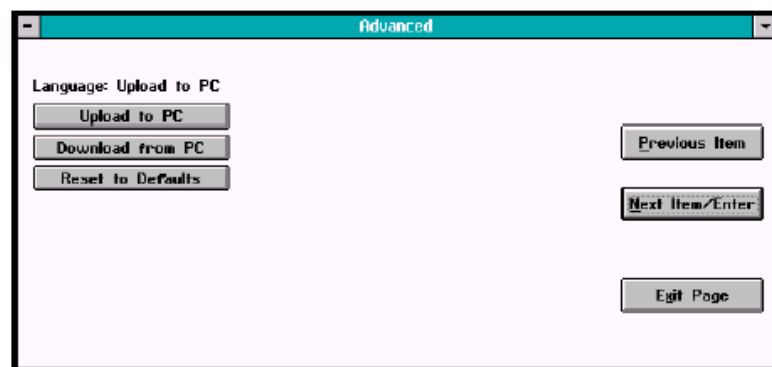

図 3-37 Language ウィンドウ
*Language* をクリックすると、図 3-37 のようなウィンドウが表示されます。